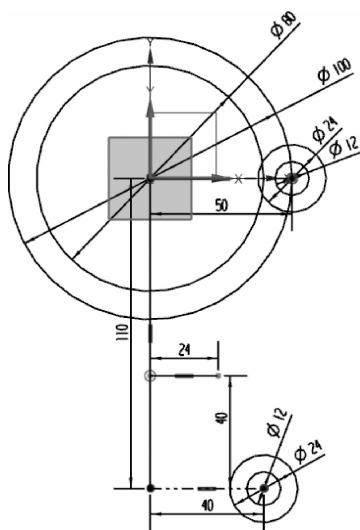

图 2-43 绘制  $\phi 12$ 、 $\phi 24$  的圆和长 24 的直线
(5) 创建  $\phi 12$ 、 $\phi 24$  的圆和长 24 的直线。在“草图”工具条中单击  图标, 在长 40 线段端点和长 50 线段端点上分别绘制  $\phi 12$  和  $\phi 24$  的圆, 绘制长 24 的直线, 并将它与长 40 的直线之间的距离设置为 40, 如图 2-43 所示。